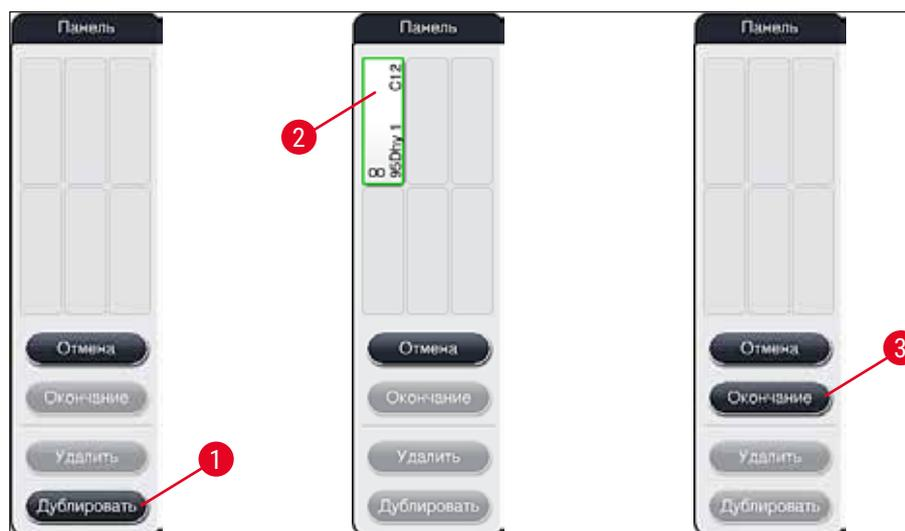

Рис. 54
2. Ознакомьтесь с информационным сообщением и подтвердите его нажатием на **OK**. На экране открывается новое окно **Панель** (→ "Рис. 54").